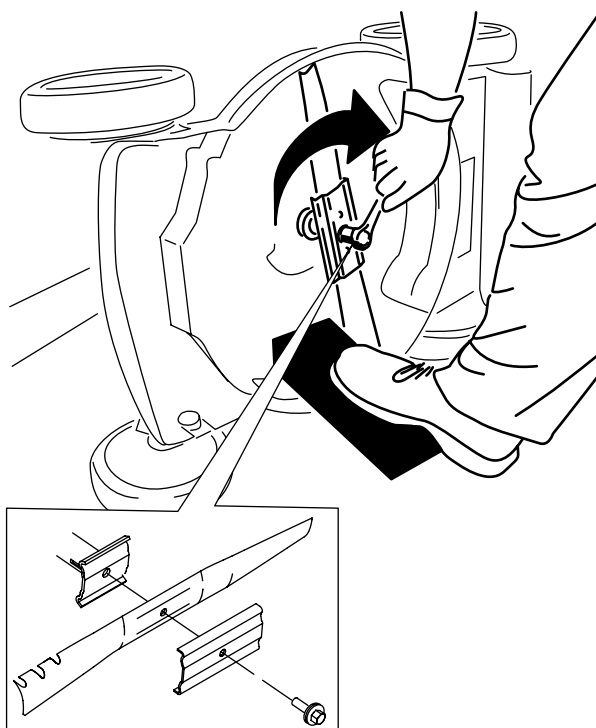

Figura 33
5. Montate la nuova lama usando la bulloneria di montaggio (Figura 33).